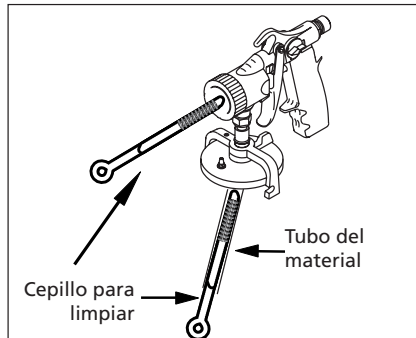

Fig. 17 - Para limpiar el tubo de material
- Use el cepillo (saturado con solvente) cada vez que deje de circular agua para limpiar el tubo de material y la boquilla (Vea la Fig. 17).